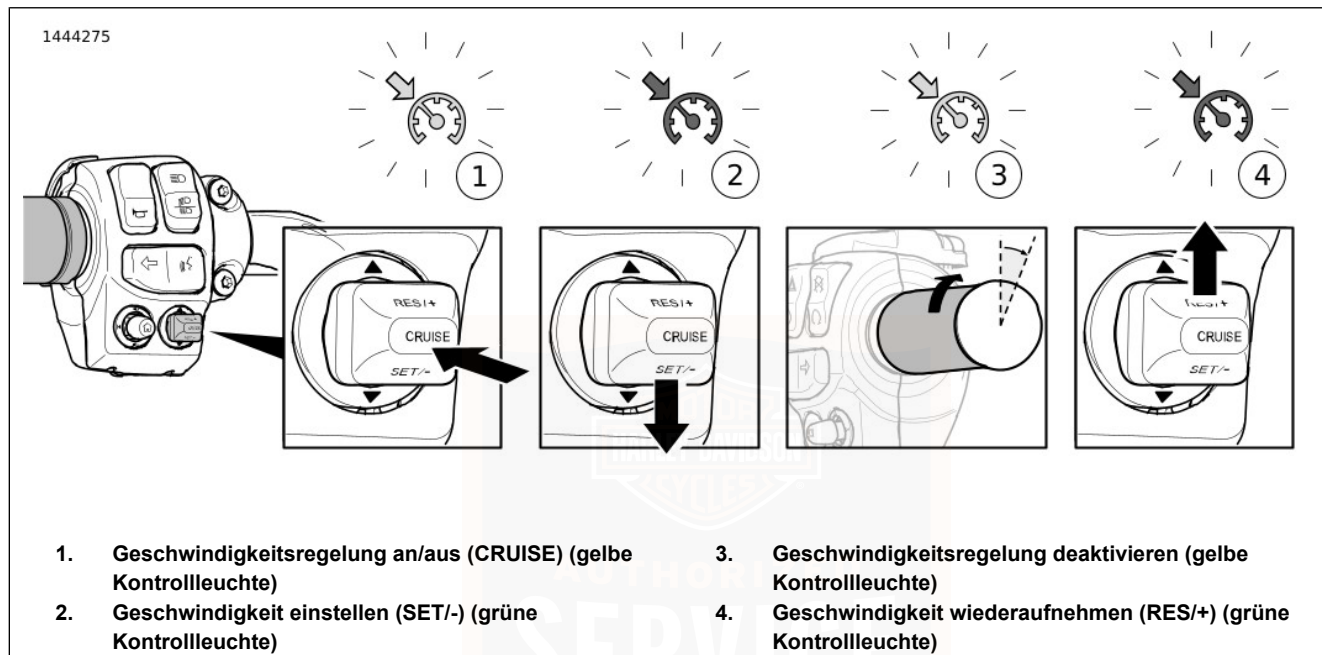

Abbildung 36. Geschwindigkeitsregelung (typisch)
Siehe Abbildung 36. Den Geschwindigkeitsregelungsschalter drücken, um die Geschwindigkeitsregelung (1) einzuschalten. Im eingeschalteten Zustand leuchtet das Symbol für die Geschwindigkeitsregelung in der Tachometer-Oberfläche gelb.
Siehe Abbildung 36. Wenn das Motorrad die gewünschte Geschwindigkeit erreicht hat, den Schalter SET/-herunterdrücken, um die Reisegeschwindigkeit einzustellen (2). Die Farbe des Geschwindigkeitsregelungssymbols wechselt von Gelb auf Grün.
Siehe Abbildung 36. Um die Reisegeschwindigkeit zu verlassen, den Gasgriff über den Abrollschalter (3) in die geschlossene Stellung drehen.
Siehe Abbildung 36. Wenn die Geschwindigkeitsregelung deaktiviert wurde, die Geschwindigkeitsregelungs-Kontrollleuchte aber trotzdem gelb leuchtet, wird durch Drücken des Schalters RES/+ die Geschwindigkeitsregelung wiederaufgenommen (4). Das Symbol leuchtet grün. Das Motorrad nimmt automatisch die zuvor eingestellte Reisegeschwindigkeit wieder auf.
Siehe Abbildung 36. Unsere Modelle sind mit den Zusatz-/Nebelleuchten ausgestattet, deren Schalter sich auf der linken Seite der Verkleidungskappe befindet.